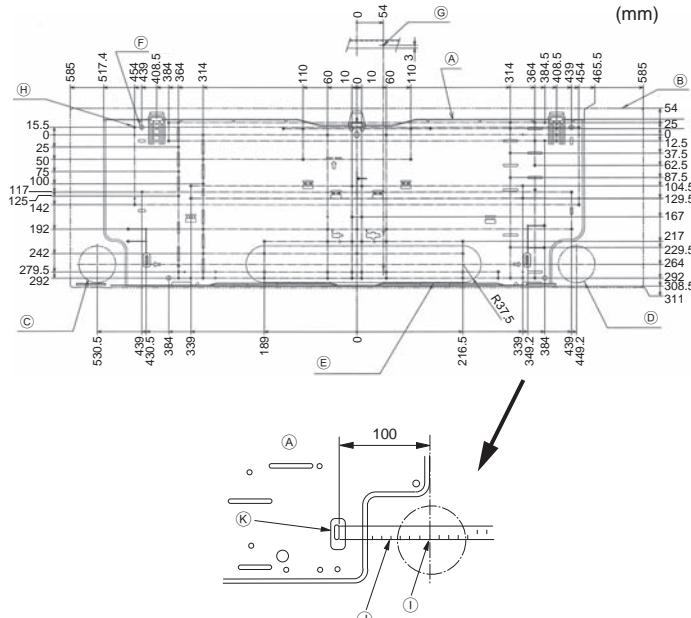

Fig. 3-2
■ PKFY-P-VKM-E (Fig. 3-2)
- Ⓐ Placa de montagem ①